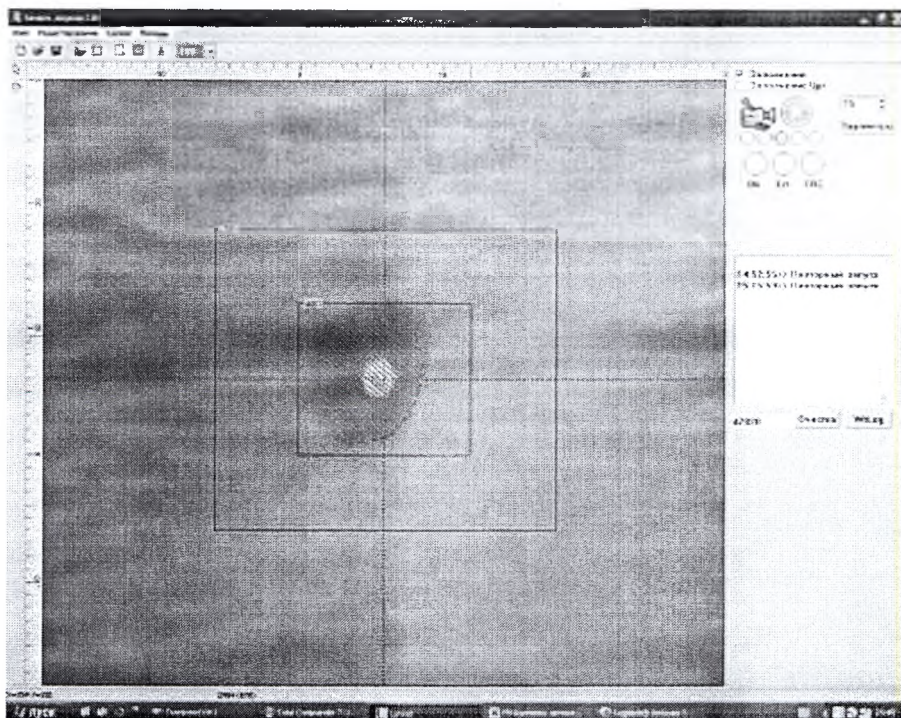

Рисунок 39
- установить пятно пилотного излучения с помощью джойстика микроманипулятора в центр экрана (см. рисунок 39);